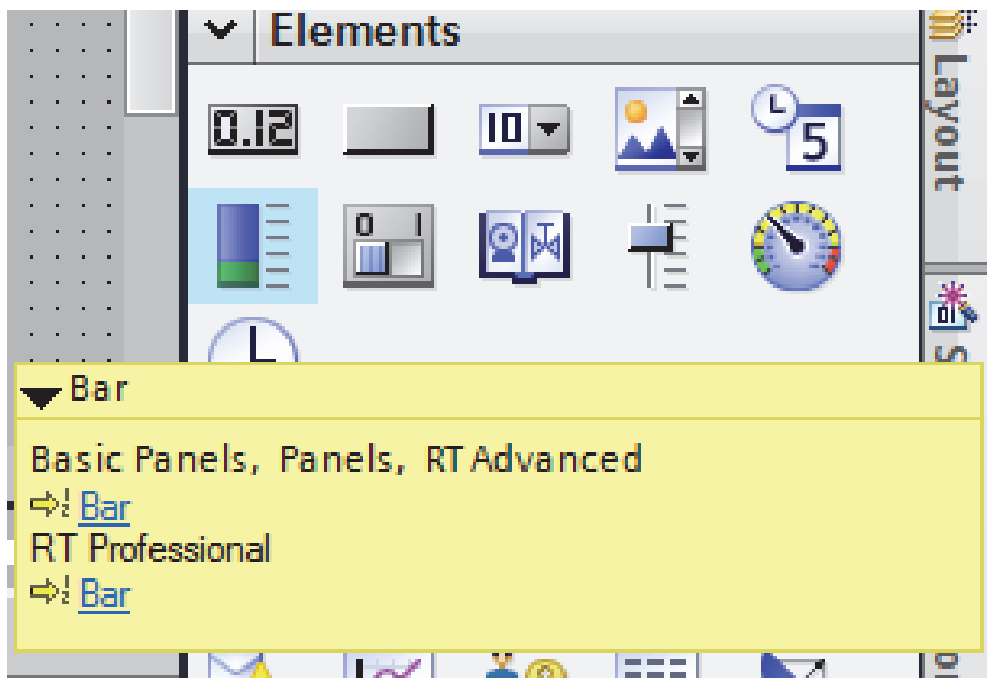

Рис. 2.4. Вставка шкалы уровня
4. Вставка графического изображения на панель (рис. 2.4):